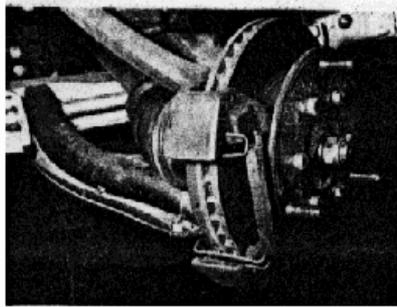

Fig 6 : Dépose des plaquettes,
- Déposer les patins de frein usagés et les deux ressorts d'appui des patins. (fig 6 et 7)